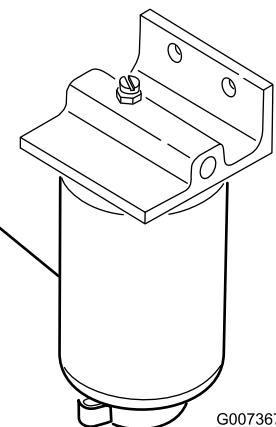

Figure 27
- Placez un bac de vidange sous le filtre à carburant (Figure 27).
- Dévissez le bouchon de vidange situé au bas du filtre à carburant et vidangez l'eau qu'il contient (Figure 27). Revissez le bouchon quand la vidange est terminée.